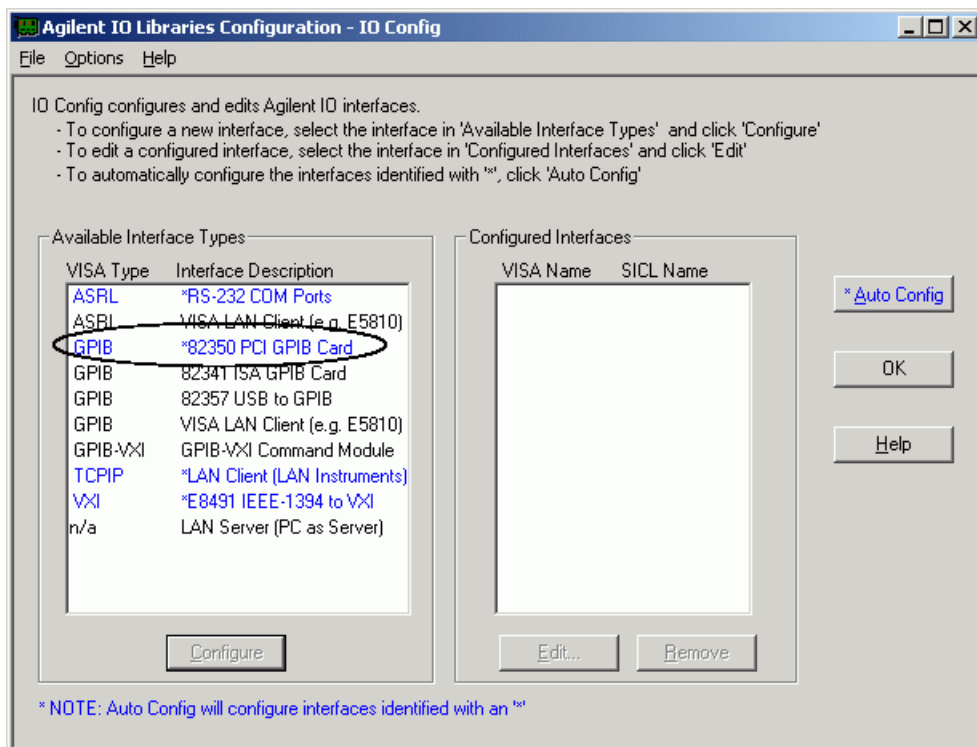

Abbildung 17 Auswahl der passenden Schnittstellenart im Bildschirm "I/O Config" (I/O-Konfiguration)
- 5 Wählen Sie aus der Liste der verfügbaren Schnittstellenarten die richtige Schnittstellenart aus: "82350 PCI GPIB" für die Agilent 82350-Platine (siehe Abbildung 17).